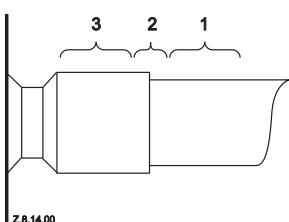

Рис. 3: Пайка трубопровода
**Рисунок 3** иллюстрирует пайку трубопроводов всасывания и нагнетания спирального компрессора.